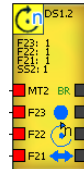

Fig. 29-5
- Place speed module DS2 in the logic diagram. (Fig. 29-5)